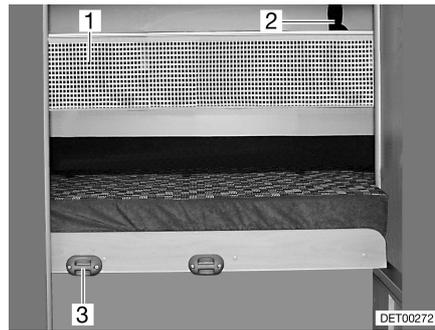

Bild 53 Sicherungsnetz
*Einhängen:* ■ Die Aufstiegsleiter mit den Holmen in die Halterung (Bild 53,3) an der Blende einhängen.
**Sicherungsnetz** Das Sicherungsnetz (Bild 53,1) ist serienmäßig zwischen Matratze und Lattenrost verstaut. Das Sicherungsnetz erst aufspannen, wenn sich die Person bereits im Bett befindet.
*Aufspannen:* ■ Die Haltebänder (Bild 53,2) in die Halterungen an der Decke einrasten.